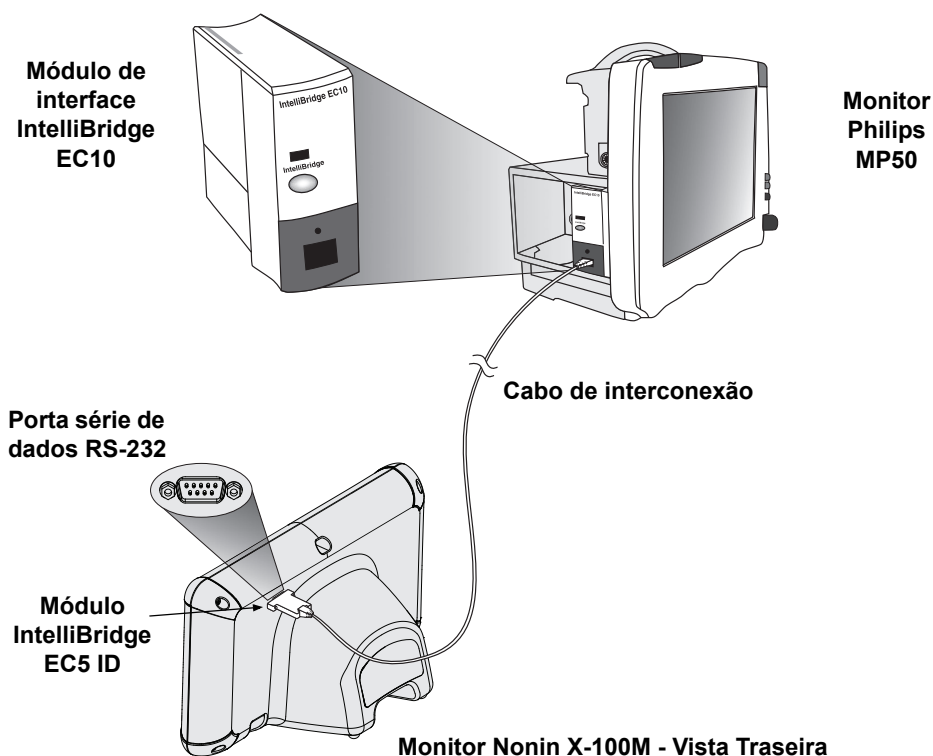

Figura 34: Ligação do monitor X-100M ao monitor Philips com IntelliBridge
3. Ligue o cabo de interconexão IntelliBridge ao Módulo de interface EC10 (consulte a Figura 34).